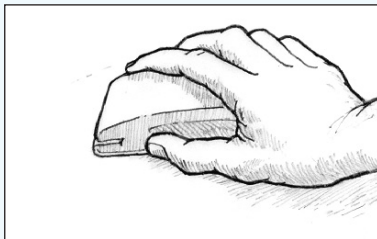

Figura 32 Lije hasta obtener un acabado liso.
3. Lije para obtener un acabado liso (*Figura 32*). Si hay chorreo o goteo, empiece a lijar con papel de lija de grano 80 para eliminar las crestas más pronunciadas. Lije hasta que la superficie esté lisa, a la vista y al tacto. Complete el lijado con el grano apropiado para el tipo de recubrimiento a aplicar - ver las instrucciones del recubrimiento. La adherencia de la pintura depende del agarre mecánico de la pintura en las rayas del lijado en la superficie del epoxi. Si se va a aplicar una imprimación espesa o de relleno, normalmente es suficiente un papel de lija de grano 80-100. Para imprimaciones y recubrimientos con alta proporción de sólidos, un grano de 120-180 puede ser suficiente. A menudo se recomienda terminar con papel de grano 180 para recubrimientos de acabado de alto brillo. Un grano más fino puede no proporcionar suficiente agarre para una buena adherencia y puede causar chorreo y goteo. Siga siempre las recomendaciones del fabricante de la pintura en cuanto a la preparación de la superficie. Muchas personas prefieren lijar al agua porque reduce el polvo del lijado, y además, los pasos 2 y 3 se convierten en uno solo.